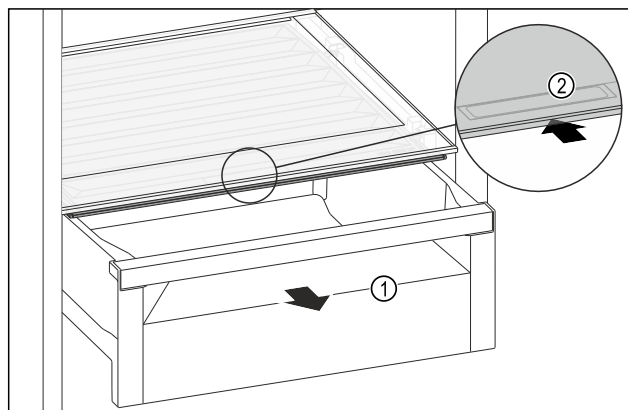

Fig. 219
- ▶ Zásuvku Fig. 219 (1) vytáhněte.
- ▶ Uchopte prohlubeň pro rukojeť Fig. 219 (2) na víku zásuvky a současně zasuňte víko zásuvky směrem dozadu.